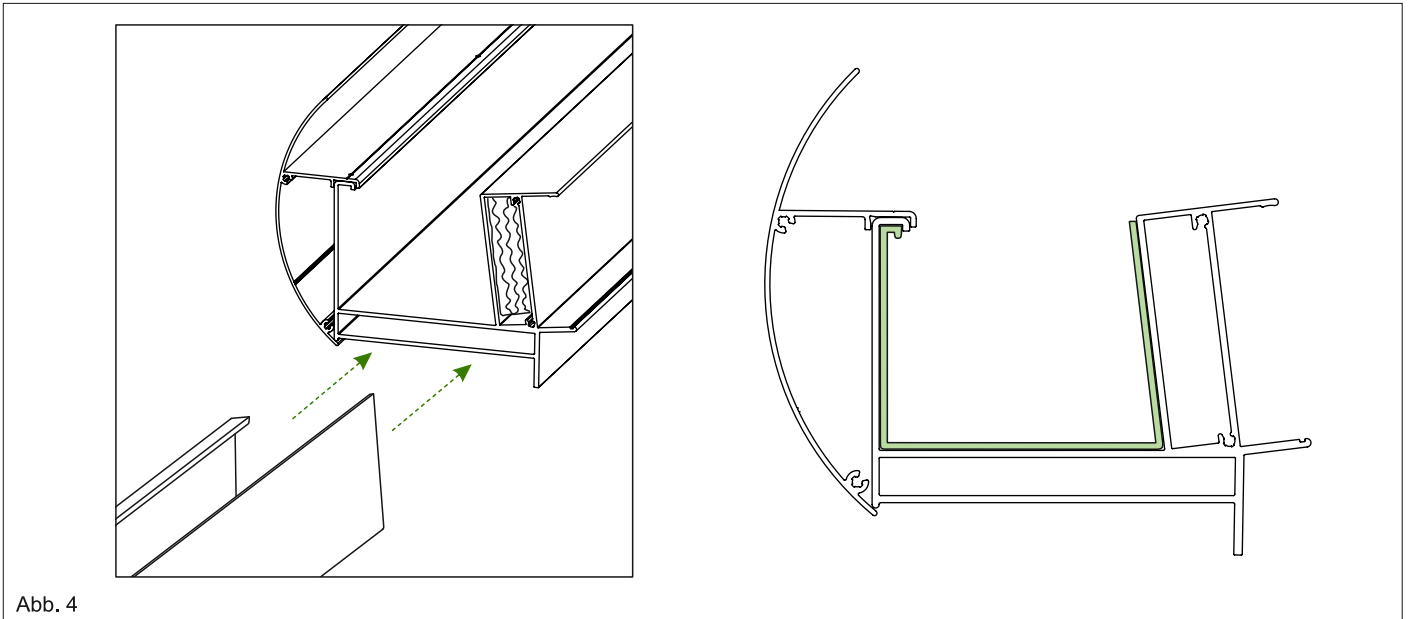
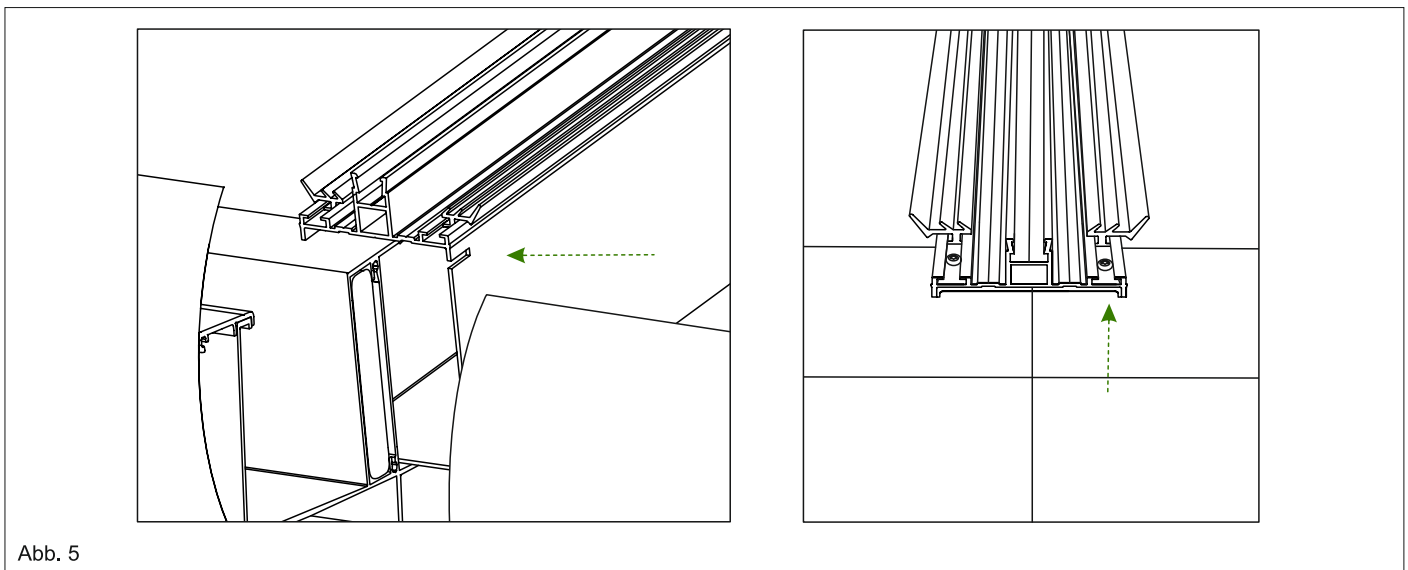

Abb. 4
Abb. 5
4. Schieben Sie nun das Rinnenverbindungsstück links in das noch nicht befestigte Rinnenprofil. Siehe Abb. 4. und platzieren Sie es bündig an das angebrachte Rinnenprofil und den Pfosten. Schieben Sie es hierfür in die dafür vorgesehene Öffnung im Mittelsparren und fixieren Sie den Mittelsparren mit einer Schraube. Siehe Abb. 5.
5. Das Flacheisen dient der Stabilisierung der Rinne. Das eine Ende vom Flacheisen in die Rinne einführen. Sie können dabei das Rohrgleitmittel (als Zubehör für Abwasserrohre) oder Seife verwenden. Danach beide Enden der Rinne mit Silikon versiegeln. Siehe Abb. 4.